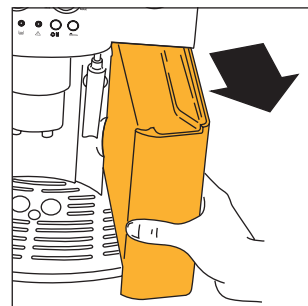

Fig. 1
- Verwijder het waterreservoir (fig. 1), spoel het en vul het met fris water, zonder de lijn MAX te overschrijden. Wanneer het waterreservoir uit het apparaat wordt genomen, moet het cappuccinomondstuk altijd naar het midden van het apparaat gericht zijn. Is dit niet het geval, dan kan het reservoir niet worden verwijderd.